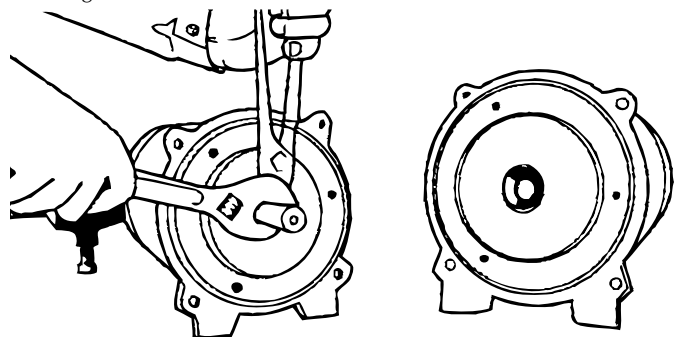

Figura 13 - Saque el Venturi
4. En los modelos de 1/2 HP, sujete el impulsor con pinzas y destornille el tubo venturi. En los modelos de 3/4 y 1 HP, el tubo venturi está atornillado a la caja de la bomba (Figura 13.)